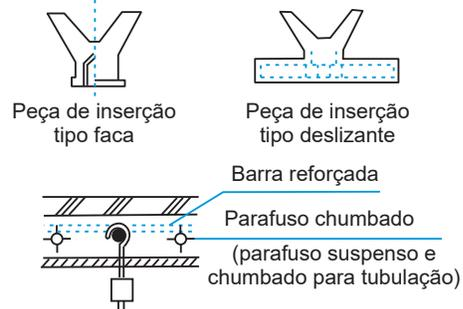

Figura 6
- Suspenda o ar-condicionado no parafuso de elevação, como mostrado na Figura 6. Use um nível de bolha para verificar o nivelamento no comprimento e na largura. Durante o processo, será necessário ajustar várias vezes a Porca 2 na longarina. A seguinte situação pode ocorrer: Ao assegurar que o aparelho de ar-condicionado fique nivelado, a diferença de altura entre a Arruela 2 dos quatro parafusos de elevação e a superfície inferior do teto pode não ser consistente, portanto, A não é uniforme. Neste momento, a prioridade deve ser garantir que o corpo da unidade fique nivelado. Nivele toda a unidade para cima e para baixo até que as quatro diferenças de nível fiquem o mais próximo possível de A .